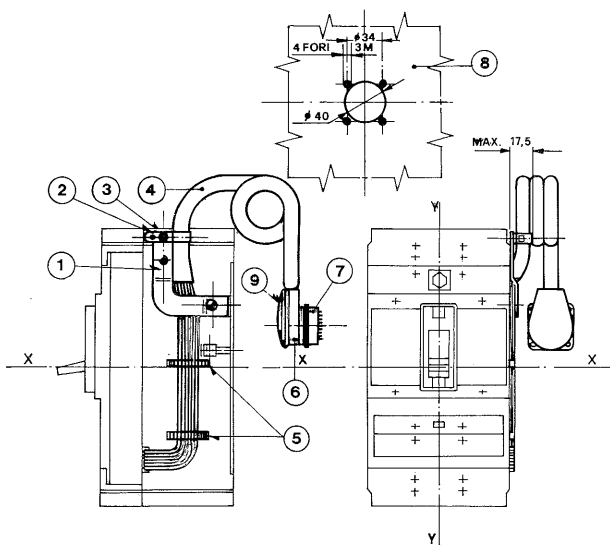

Fig. 38
**8.13.2. Spina-presa volante (fig. 38)**
- fissare la squadretta (1) operando nel modo indicato al § 8.13.1./b)
- infilare i cavetti (5) nel tubo (4) e fissare lo stesso mediante il collare regolabile (2) e la vite e rosetta (3) alla squadretta (1)
- togliere il coperchio (9) della spina (6) svitando la vite (10)
- saldare ciascuno dei conduttori ai terminali (11) della spina (6) contrassegnati dallo stesso numero. Coprire quindi i terminali saldati con il tubetto isolante di cui al punto c)
- fissare il tubo isolante (4) al collare (12) della spina (6)
- montare la presa (7) su lamiera e profilato nel modo indicato dalla dima (8)
- collegare i circuiti ausiliari alla presa (7) operando nel modo indicato per la spina (6), (punto e).
**8.13.2. Wander plug and socket ( fig. 38)**